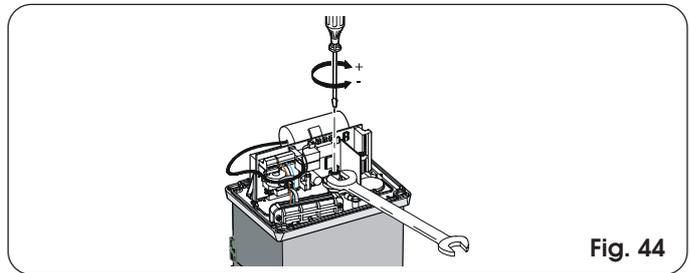

Fig. 44
- 2) Maintenir l'arbre moteur bloqué au moyen d'une clé anglaise et agir sur la vis de réglage de l'embayage avec une clé pour vis à six pans creux ou un tournevis d'après la Fig. 44. Pour augmenter le couple, tourner la vis dans le sens des aiguilles d'une montre. Pour diminuer le couple, tourner la vis dans le sens inverse des aiguilles d'une montre.